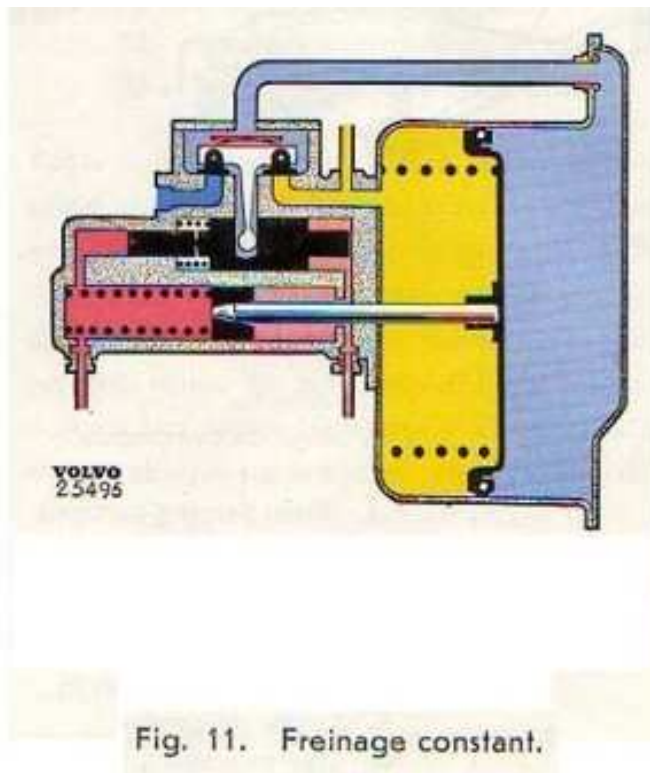

Fig. 11. Freinage constant.
La pression hydraulique communiquée aux freins et celle se trouvant du côté gauche du piston de commande (30), augmente au fur et à mesure de l'entrée d'air. Si la pression sur la pédale de frein et, par suite, la pression hydraulique exercée sur l'extrémité droite du piston de commande restent constantes, cette dernière sera à la fin dépassée et le piston de commande est repoussé vers la droite, voir fig. 11. Le doigt de commande (3) est poussé en même temps vers la droite et la soupape d'air (2) se ferme. La pression régnant à droite du piston à dépression devient constante et n'arrive pas à vaincre la résistance opposée par le piston hydraulique (29). Les pièces s'immobilisent donc dans cette position et l'on obtient ainsi un effet de freinage constant, tant que la pression sur la pédale reste la même.